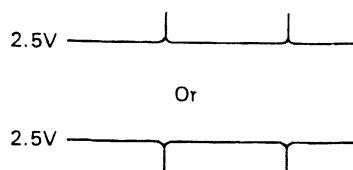

Fig. 3-10
3. With stop mode, adjust VR501 on the MAIN unit so that the output voltage of the CN23-2 (PHSUB) to 2.5 V. [At this time, if the beard-shaped pulses in the waveform (Fig. 3-10) are just slightly visible or disappear completely, adjust the voltage above or below 2.5 V.]
3. ストップ状態で、CN23-2(PHSUB) の出力電圧が2.5V になるようにMAINユニットのVR501調整する。[このとき、波形のヒゲ状のパルス（図3-10）がまったく無くなるか、2.5V 上または下に、わずかに出る程度に調整する。]